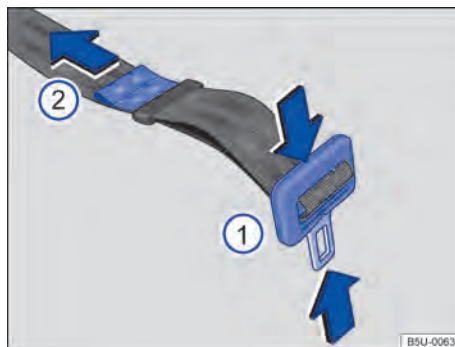

Fig. 32 Ajustar o cadarço do cinto de segurança subabdominal.
- Pressionar a lingueta na direção das setas → Fig. 32 ① e alongar totalmente o cinto de segurança.
- Apertar a lingueta contra o fecho do cinto de segurança e puxar a extremidade → Fig. 32 ② no sentido da seta, até atingir uma folga máxima de 5 cm (3 dedos) na região pélvica.